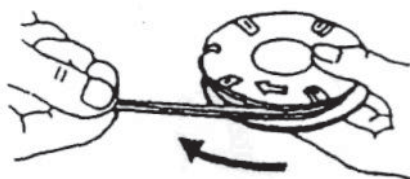

Рис. 12
- c. Использованную головку заменяйте на новую. Стандартная двойная нейлоновая нить имеет диаметр 2:5X2000 мм. Направление движения нити показано на рис. 12.